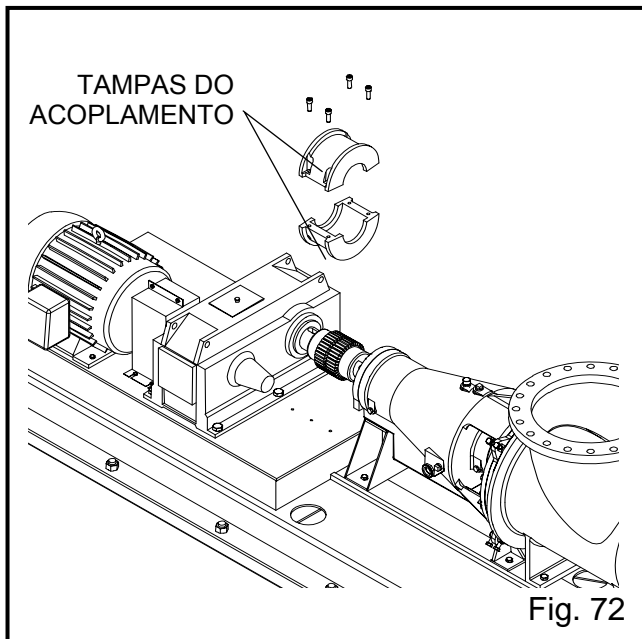

Fig. 72
27. Colocar as tampas do acoplamento á volta das meias uniões e montar os pernos que mantêm as tampas do acoplamento juntas, ver Fig. 72.